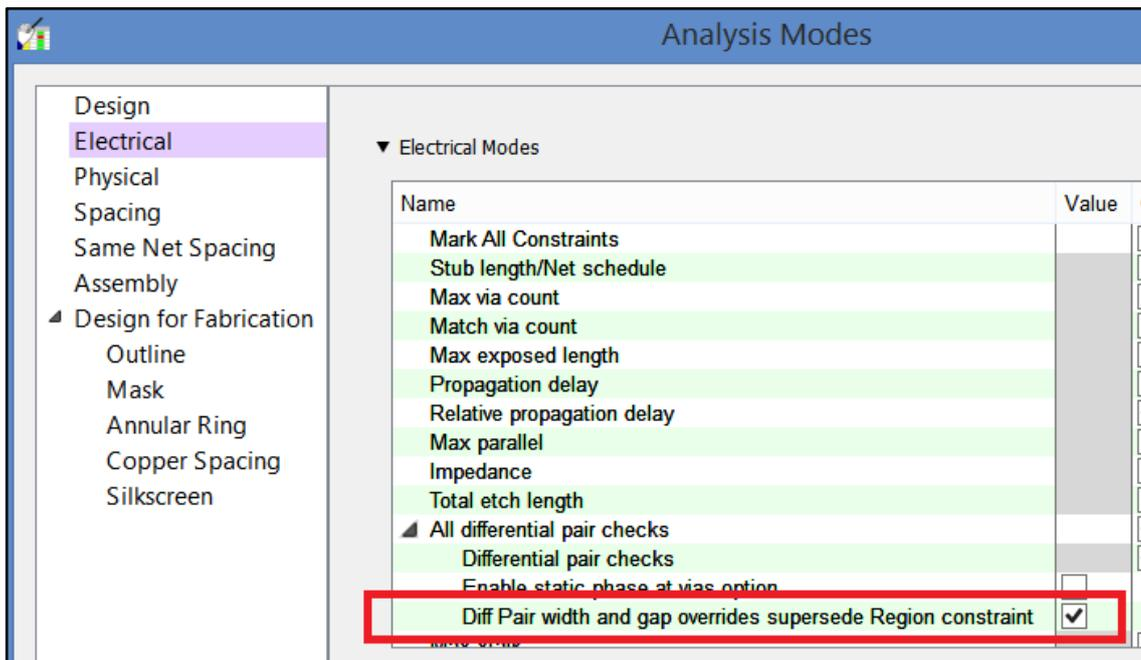

Рис. 4.32 Опция исключающая влияние региональных констант на диф. пары.
– Diff Pair width and gap overrides supersede Region constraint, указанного на Рис. 4.32. После этих действий все диф. пары перестанут подчиняться настройкам констант, действующим в регионах.